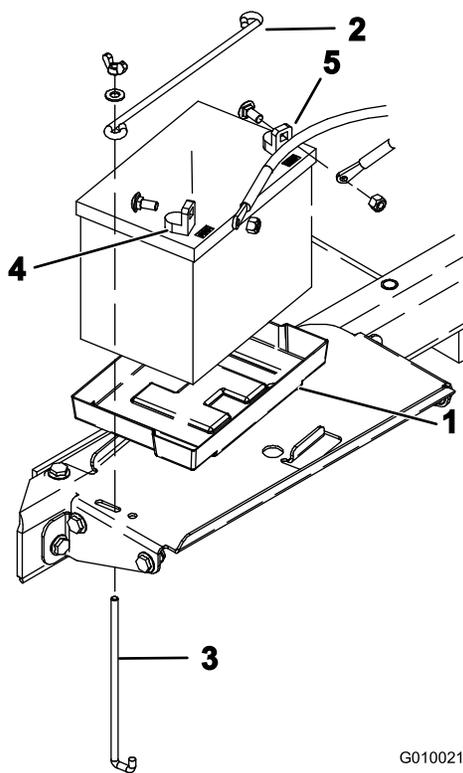

Figure 6
- Insérez la batterie dans le support de son compartiment (Figure 6) en veillant à tourner les bornes vers l'extérieur.
- Fixez la batterie au fond de son compartiment avec une tige horizontale et 2 tiges verticales, 2 rondelles plates et 2 écrous à oreilles (Figure 6).
10. Commencez par fixer le câble positif (rouge) à la borne positive (+) de la batterie avec un boulon et un écrou (Figure 6). Fixez ensuite le câble négatif (noir) à la borne négative (-) de la même manière (Figure 6). Placez le capuchon protecteur sur la borne positive pour éviter les courts-circuits.